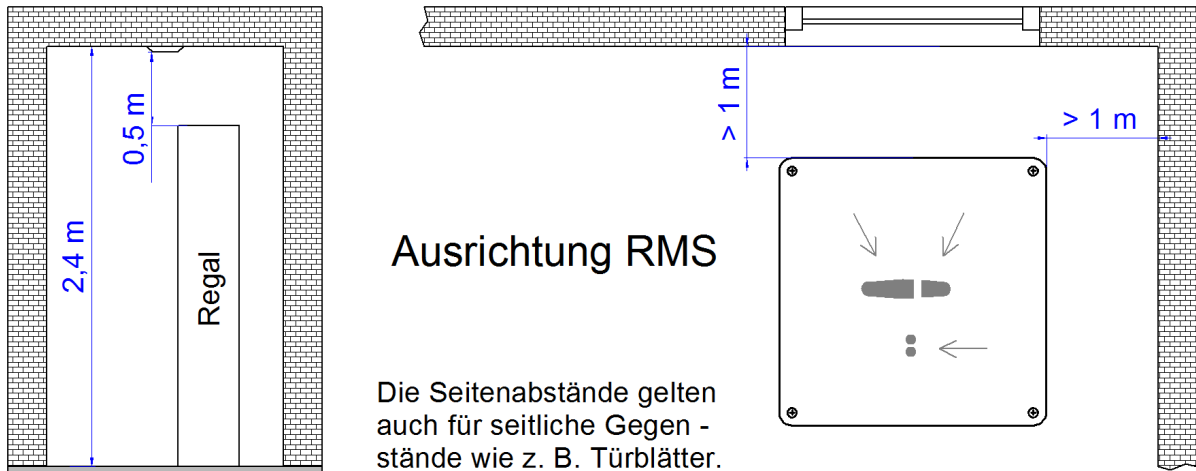

Fig. 1
Grundlagen zur Einbausituation entnehmen Sie bitte der VDS Richtlinie 2095 oder anderen anerkannten Regeln der Technik. Vermeiden Sie Einbaulagen welche von Dampf, Staub, Abgas oder anderen Rauchpartikel ähnlichen Aerosolen unterströmt werden können. Der RMS-V sollte ca. 1 m, mindesten jedoch > 500 mm, von der Wand und in der korrekten Ausrichtung installiert werden (siehe hierzu Fig. 1). Der Mindestabstand zu festen permanenten Gegenständen unterhalb des Melders beträgt > 500 mm. Installieren Sie den RMS-V nicht direkt an Wänden oder bei einer Deckenhöhe kleiner 2,4 Meter.
1. Überprüfen der Einbausituation gemäß den „Einbauvorschriften (Fig. 1).